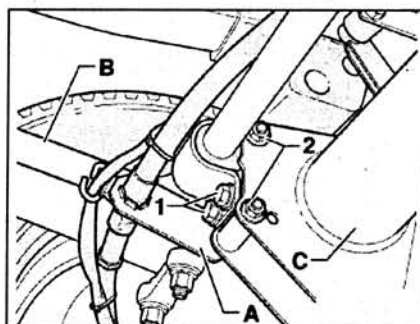

Рис. 5.11. Открутите гайки 2 и извлеките болты крепления из балки заднего моста.
1. Открутите гайки 2 и извлеките болты крепления из балки заднего моста (рис. 5.11). Откручивайте болты 1 только при замене резиновых опор.